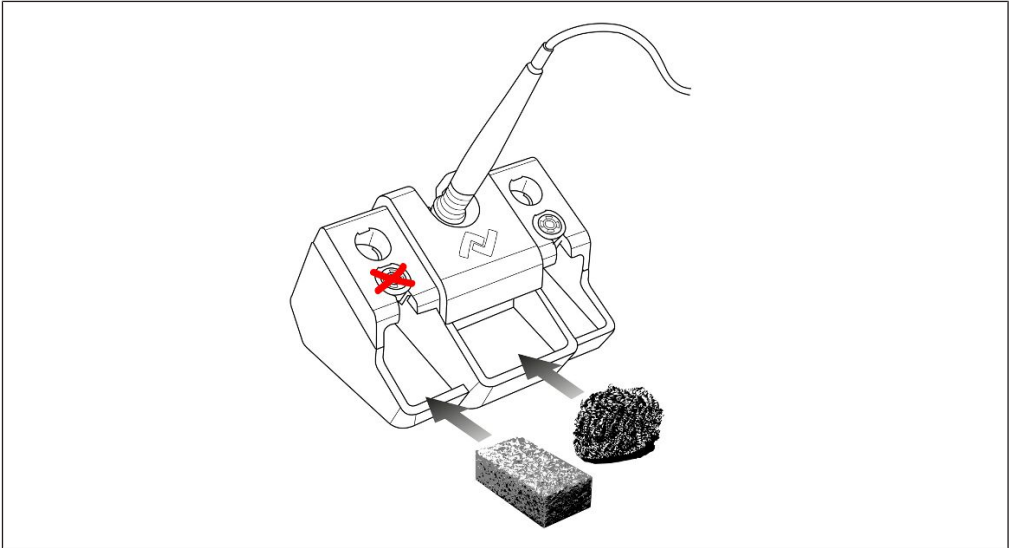

图 5: 电烙铁的正确位置。湿海绵和干洗剂的位置。如已放置海绵，切勿在此使用上述的焊头支架！
提示：只能将电铬铁放到中间的电铬铁存放架中，不能放到电铬铁的存放漏斗中！（参见插图5）
- c) 将电铬铁放到存放支架中（参见插图5）。电铬铁的连接线不允许承受拉力。
- d) 插入干洗剂，插图5 显示了位置建议。